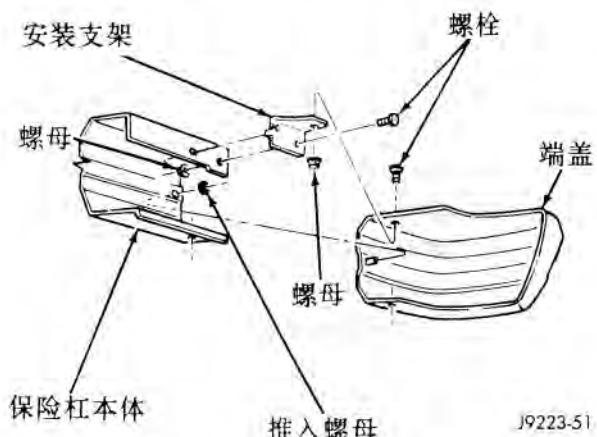

图 8 保险杠端盖的拆装
(5) 将两个保险杠端盖装于保险杠本体的两端 (图 8)。以 8 牛顿米 (72 磅英寸) 的拧紧扭矩固定螺母。